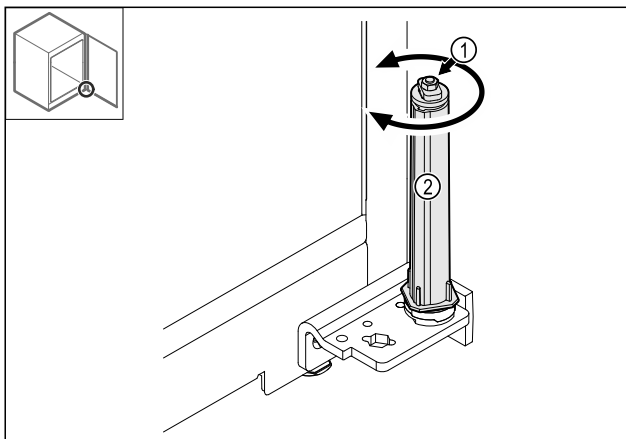

Fig. 40
- ▶ Не розбирайте гвинтове з'єднання Fig. 40 (1) запірного механізму.
- ▶ Поверніть запірний механізм Fig. 40 (2) до відсутного клацання.